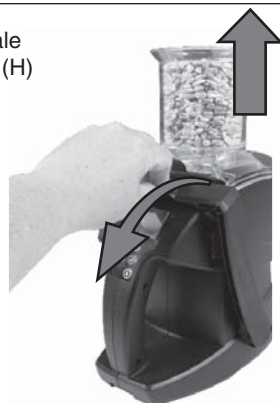

Figure 3. Tirez le bras de levier vers l'avant. Soulevez la trémie vers le haut.
- Remplissez la trémie - Remplir la trémie avec la céréale à tester. (assurez-vous que le coulisseau de la trémie (H) soit poussé à l'intérieur afin de retenir la céréale et d'éviter qu'elle ne tombe tôt).
- Lorsqu'il vous l'est requis, versez - Tirez le coulisseau de la trémie (H). Ce fera uniformément tomber la céréale dans la cellule d'essai (A).
- Lorsqu'il vous l'est requis, retirez la trémie (G) - Une fois que la cellule d'essai est pleine, alors poussez le coulisseau de la trémie (H) vers l'arrière pour fermer le trou d'écoulement. Tirer le bras de niveau (I) vers l'écran et soulevez la trémie (G) pour la retirer (Figure 3).. Placez-la sur le côté dans un endroit sûr où elle ne va pas tomber.
- Niveler les céréales - Lorsqu'il vous l'est requis, appuyez sur le bras de levier de céréales (I) dans un mouvement lent et régulier vers l'arrière de l'unité pour pousser les céréales en excès hors de la cellule d'essai. Pour quelques céréales vous ne pouvez pas être en mesure de le faire initialement avec un seul mouvement, et dans ce cas, alors tirez sur le bras de levier (I) à mi-chemin en arrière et poussez à nouveau vers l'arrière de la cellule d'essai pour niveler les céréales. Tirez le bras de levier en arrière vers l'écran. Regardez la brosse à bras de levier et assurez-vous qu'elle ne touche pas la cellule d'essai autrement le poids spécifique des céréales sera affecté. Une fois que le bras de levier retourne (vers l'écran) enlevez les mains du testeur (s'il est posé sur une surface plane) et il va automatiquement commencer à mesurer. Retirez les mains et garder stable puisque le poids d'essai est la première partie de la mesure.